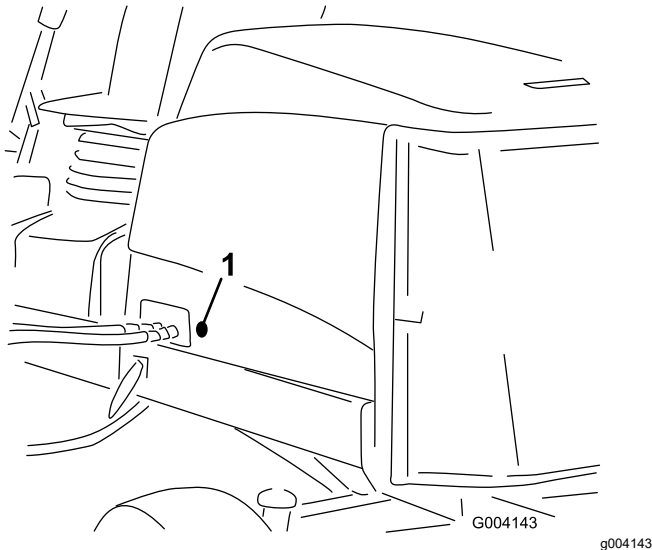

Figure 4
2. Retirez les bagues en caoutchouc du trou dans le côté gauche du capot (Figure 4).